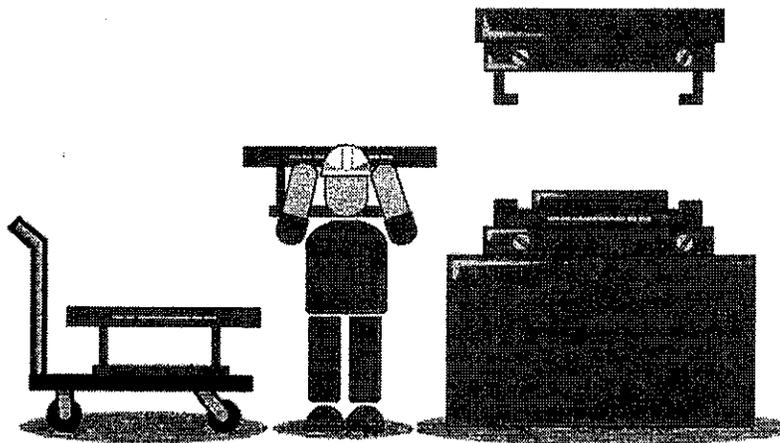

FIGURA 6.15. Diseño de producto.
5. Diseño de productos (Figura 6.15) fáciles de hacer, actividad hecha por el departamento de diseño. Al momento de diseñar un producto, a las otras áreas se les olvida lo complicado que es fabri-